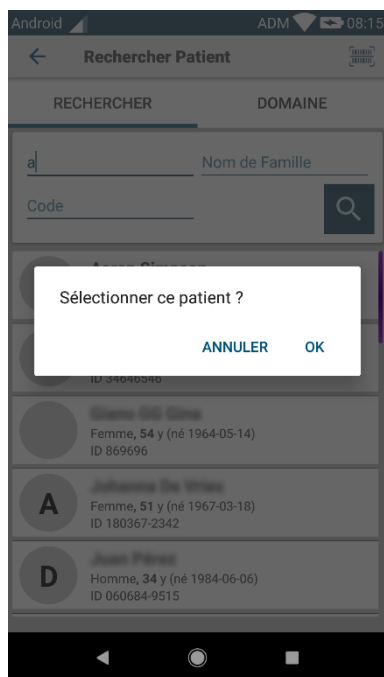

Fig 36
- Taper sur la case correspondante à un patient pour sélectionner le patient. Une confirmation de la part de l'utilisateur est nécessaire (Fig 36).